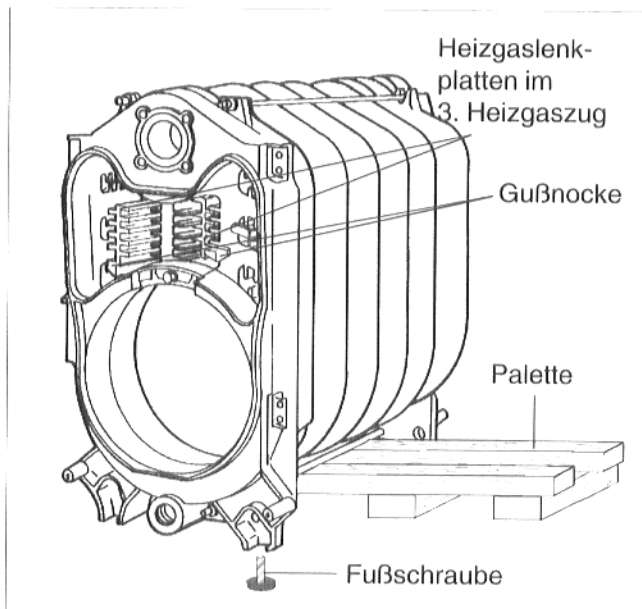

Abb. 16
- Heizgaslenkplatten mit den Gußnocken nach außen in den 3. Heizgaszug einschieben (Abb. 16).
- Palette von einer Seite unter die untere Kesselnahe schieben und damit den Kessel auf einer Seite leichte ankippen (Abb. 16).
- Fußschrauben in den vorderen und hinteren Gußfuß von unten eindrehen (Abb. 16).